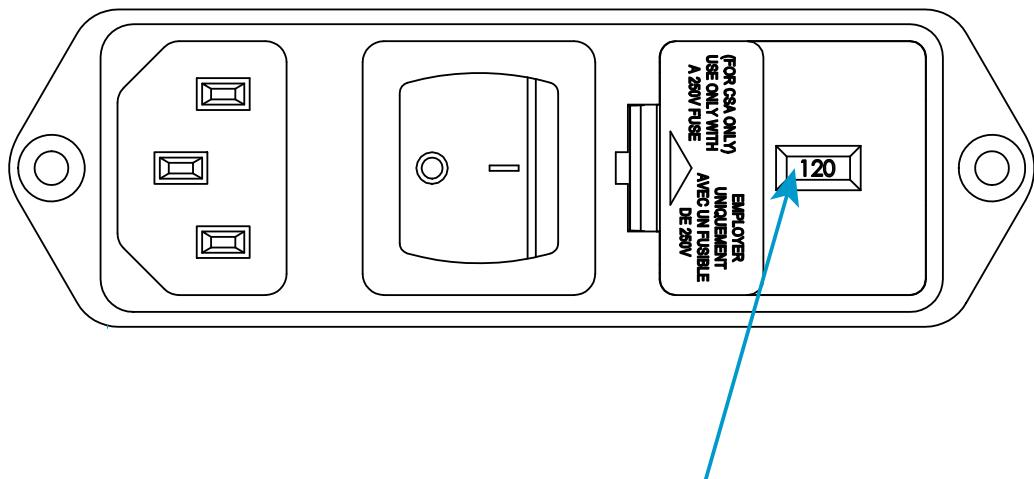

図4. 電圧設定ができる電源入力コネクタ
2. 電源入力コネクタを点検し、38 ページの図 4 を参照します。図 4 で指定されている電圧は 120V です。
7. ヒューズ ホルダをコネクタへ再取り付けします。インジケータ ピンが正しい入力電圧を示すことを確認します。38 ページの図 4 を参照してください。